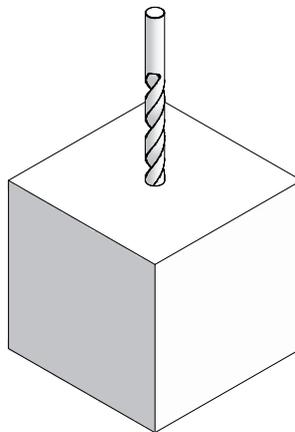

Abb. 9.4
■ Nach dem Erhärten des Betons, aber erst bei Montage der Ankerstäbe wird der Styroporkern mit einem Bohrer 14 - 14,5 mm aufgebohrt und entfernt (Abb. 9.4). Schmutz, Eis oder Rostwasser sind im Ankerloch somit ausgeschlossen.